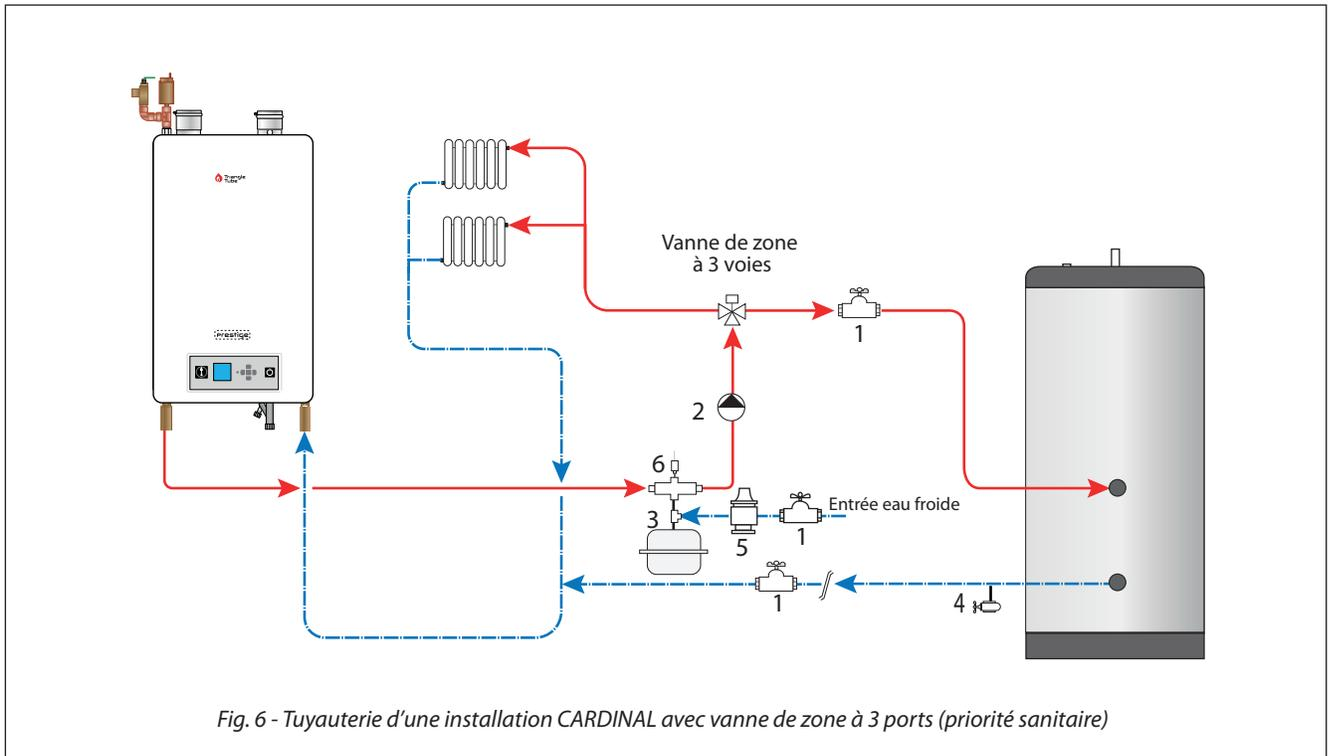

Fig. 6 - Tuyauterie d'une installation CARDINAL avec vanne de zone à 3 ports (priorité sanitaire)
- Pour la tuyauterie d'eau de chauffage, se référer aux «*Fig. 6*» à la *page 11* à «*Fig. 9*» à la *page 12*.